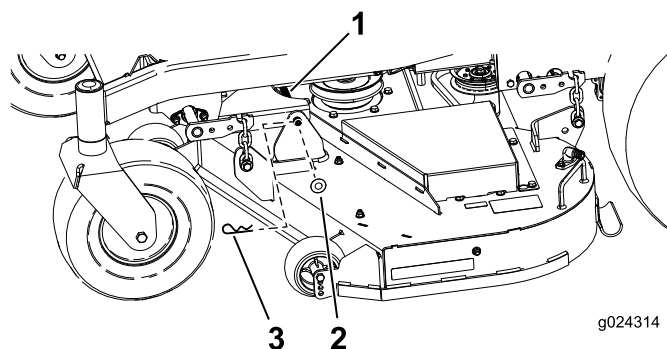

Figura 75
1. Retire la chaveta y la arandela que sujetan el pasador de enganche largo al bastidor y a la carcasa; retire el pasador de enganche (Figura 75).
9. Sujete el perno de enganche con las chavetas y las arandelas que retiró anteriormente (Figura 75).